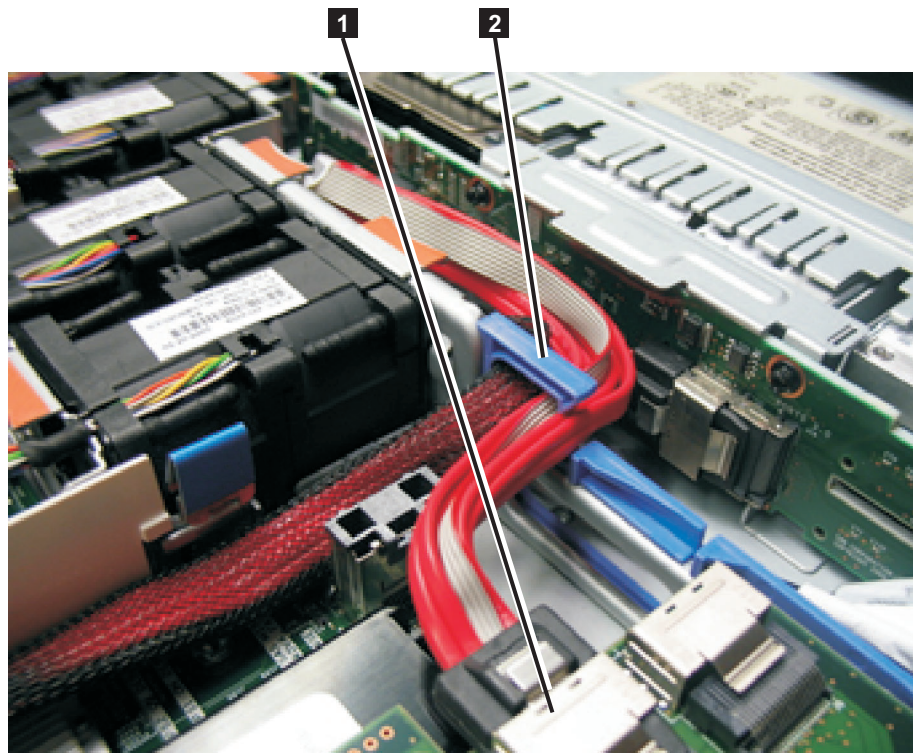

図 193. 青色のバルクヘッド・クリップを通して配線され、SAN ボリューム・コントローラー 2145-CF8の SAS ディスク・コントローラーに接続されたブート・ディスク SAS ケーブル
10. 237 ページの図 193 に示すように、ディスク・バックプレートの背後の青色のバルクヘッド・クリップから取り外します。